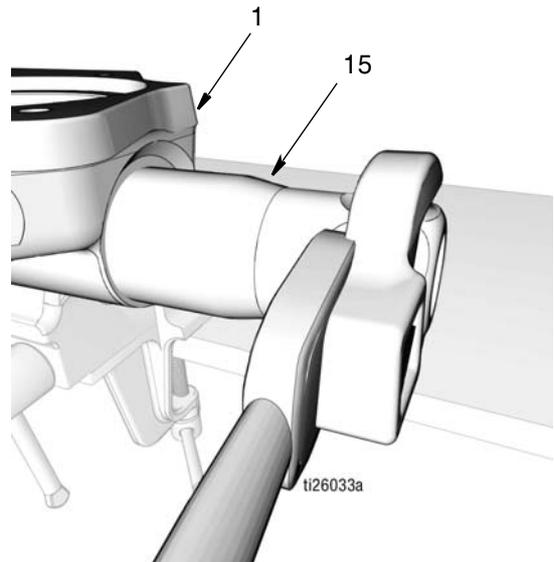

FIG. 44
- c. Enrosque la válvulas de retención de salida (15) en la base de la bomba (1) (FIG. 44). Apriete firmemente. Apriete después a un par de 50 a 55 ft. lbs (67,8 a 74,5 N•m).